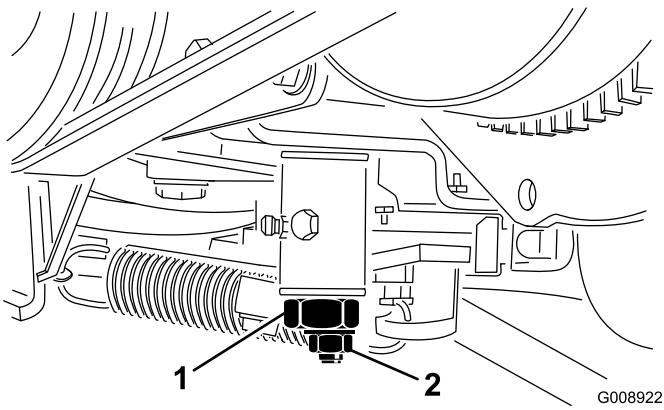

Figura 51
2. Desaperte o dispositivo de ligação do cabo do regulador na alavanca da bomba de injecção (Figura 51).